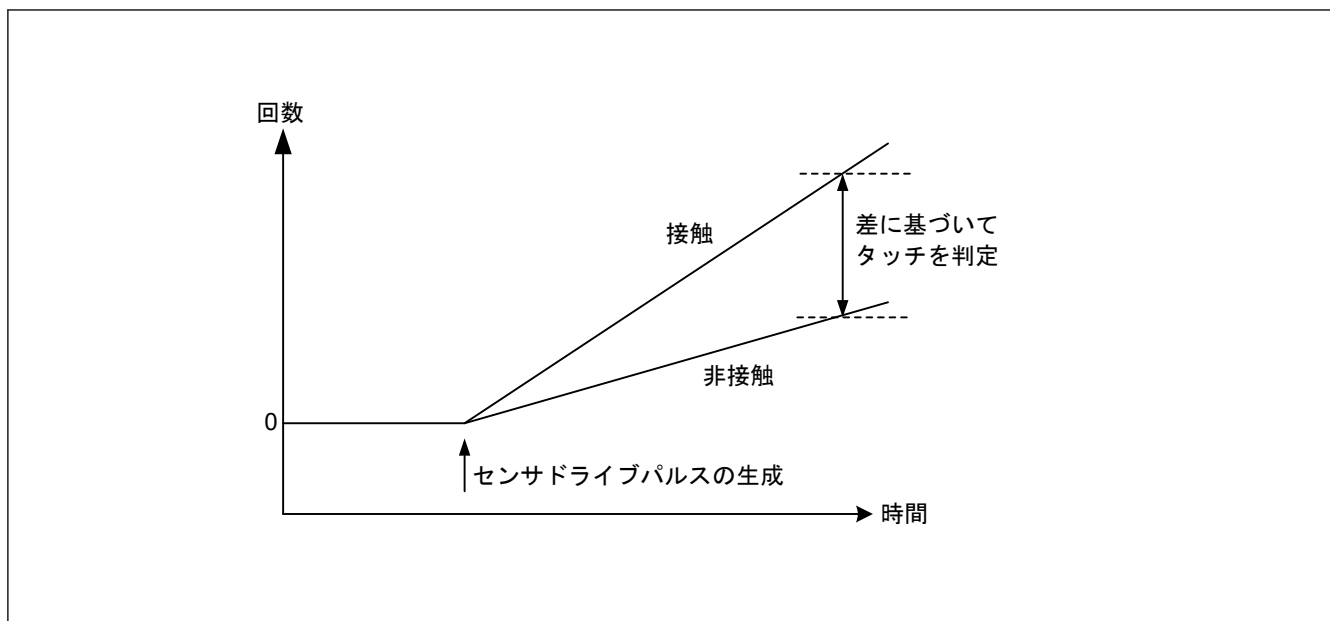

図 43.7 接触／非接触による計測値の変化
3. 充放電を切り替えることにより、スイッチドキャパシタフィルタに電流が流れます。この時点で指が接近していれば、容量および流れる電流が変化します。TSCAP 電源を生成する回路からスイッチドキャパシタフィルタに流れる電流に比例した制御電流を ICO に供給することで、クロックを生成します。カウンタは、指が接近しているかどうかにより変化するクロック周波数を計測します。ソフトウェアは、カウンタから読み出した値に基づき指の接触を判断します (図 43.7)。